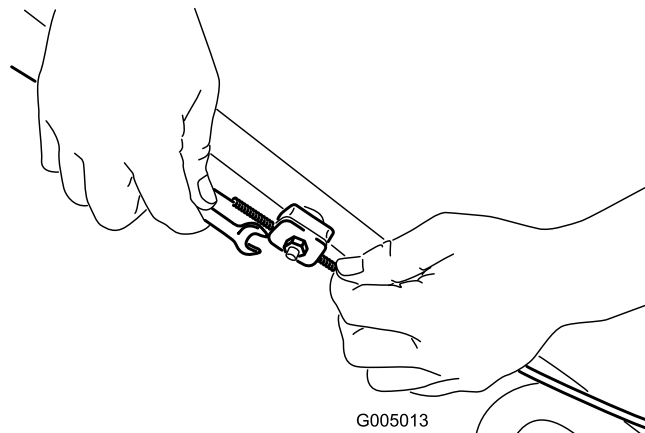

Figura 34
1. Afloje la tuerca del soporte del cable (Figura 34).